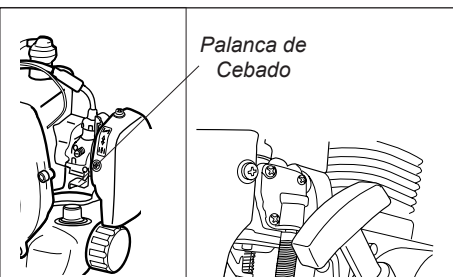

Figura 17A
2. Bombee el motor presionando la bombilla de cebado del carburador mientras empuja hacia abajo la palanca del cebado (consulte la figura 17A) hasta que vea combustible pasar a través del tubo transparente de sobre flujo. Consulte la figura 17.